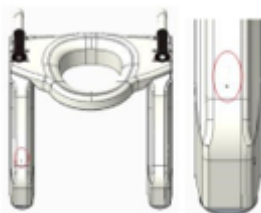

Figure 3 : Affichage de l'alimentation
- 2) L'affichage de l'alimentation est situé dans la position indiquée à la figure 3.